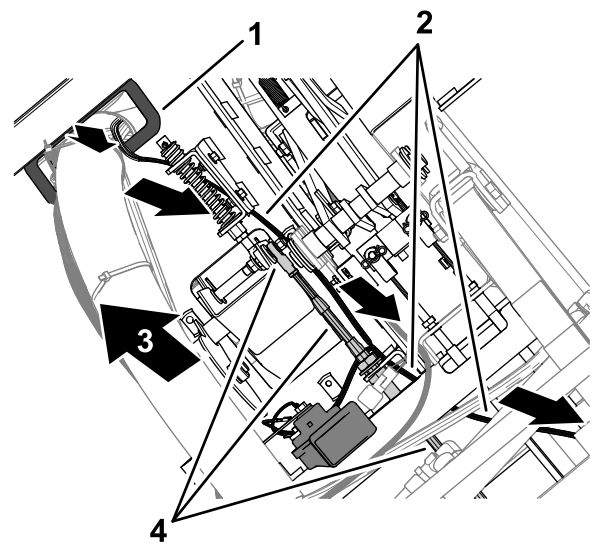

Figure 15
1. Acheminez le faisceau du kit vers l'arrière, le long du câble de commande de déplacement (Figure 15).